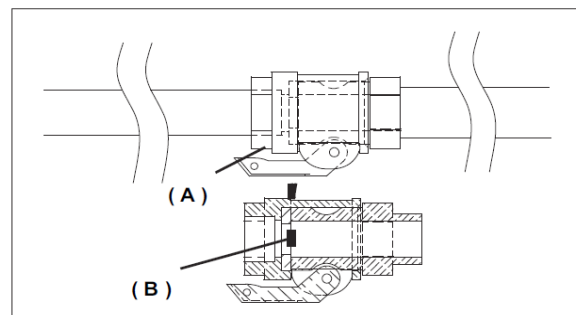

FIG.6a
Nach der Aufstellung der Maschine einen Eimer Zementbrei (ca. 10 l) vorbereiten. Diesen in den Maschinentrichter oder bei färbenden Produkten direkt in den Maschinenschlauch gießen und diesen erst danach anschließen. In letzterem Fall etwa 10 l Farbprodukt in den Trichter gießen. Den einwandfreien Gebrauchszustand der Materialschläuche und der Anschlüsse sowie die korrekte Montage der Dichtungen prüfen und die Schläuche dann an die Fördersammelleitung und an die Sprühpistole anschließen. Sicherstellen, dass die Nockenhebel (A) der Anschlüsse korrekt arretiert sind und die Dichtung (B) abbildungsgemäß montiert ist (siehe Abb. 6a).